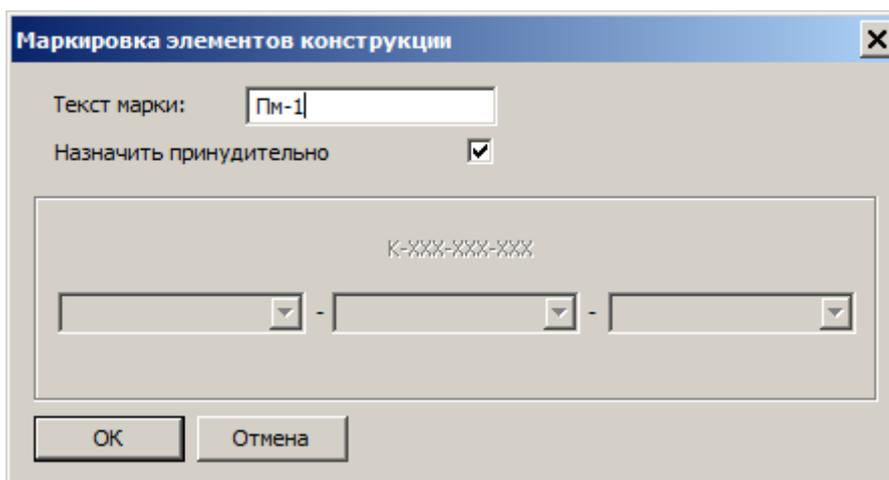

Рис.6.42. Диалоговое окно **Маркировка элементов конструкции**
- В открывшемся диалоговом окне **Маркировка элементов конструкции** (рис.6.42) согласитесь с предложенной маркой Пм-1 щелчком по кнопке **ОК**.